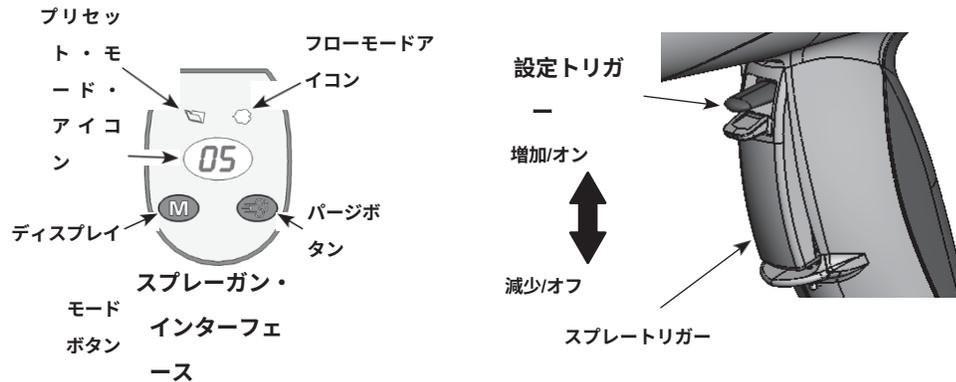

図4 ガンコントロール
1. 図4を参照してください。スプレー引き金を離します。ガンの引き金がオンになっている間は、プリセットの変更はできません。
1. 図4をご参照ください。Flow Modeアイコンがするまで、Modeボタンを押し続けます。
1. 図4を参照してください。ガンをブース内に向け、スプレー引き金を放します。